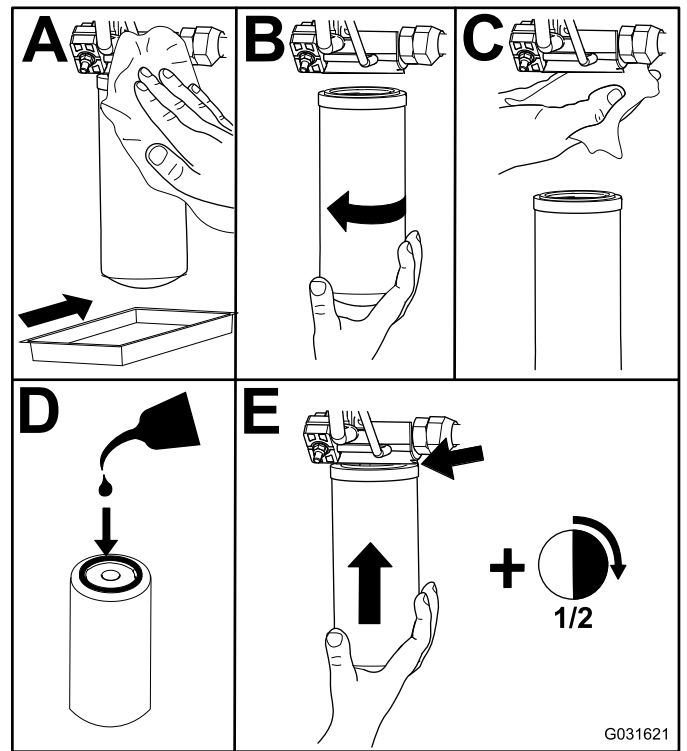

Рисунок 119
- Замените гидравлические фильтры (Рисунок 119).